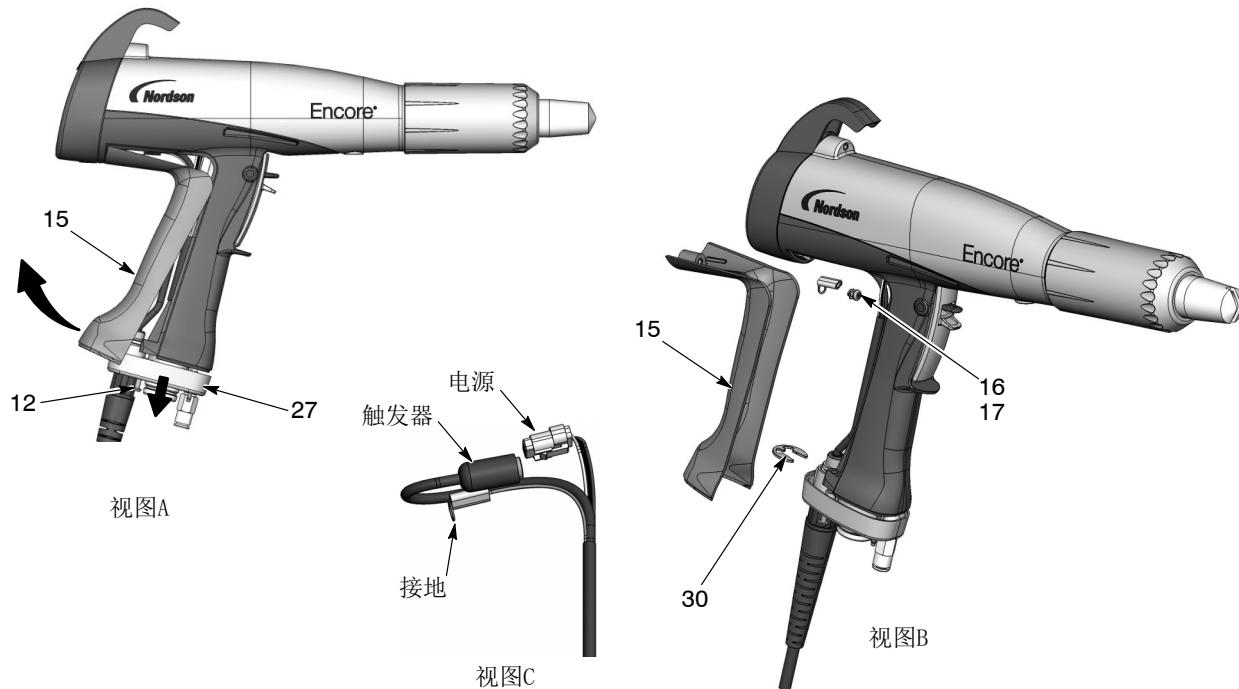

图 6 - 6 更换电缆
7. 从电缆上拆下 E 形圈 (30)。
8. 请参见图 6 - 6, 视图 C。将电缆连接器从手柄中拉出。在电源线束连接器的插槽中插入一个小号平口螺丝刀以拨开卡扣，将电源线束与喷枪电缆断开。